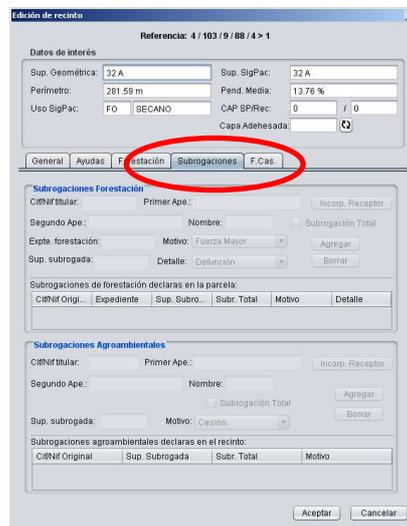

Fig. 186
- d) Subrogaciones**, donde se introduce la información referente a las subrogaciones del recinto sobre el que se está trabajando, ya sean subrogaciones de forestación o subrogaciones de ayudas agroambientales (Fig. 186).